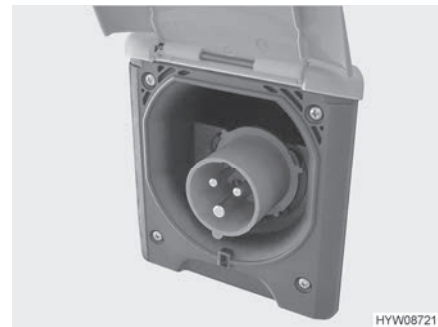

Fig. 102 Collegamento a 230 V al veicolo (presa CEE)
- Aprire la copertura del collegamento a 230 V sul veicolo (Fig. 102) e inserire l'innesto rapido. Verificare che il nasello di innesto del coperchio ribaltabile teso a molla sia innestato.